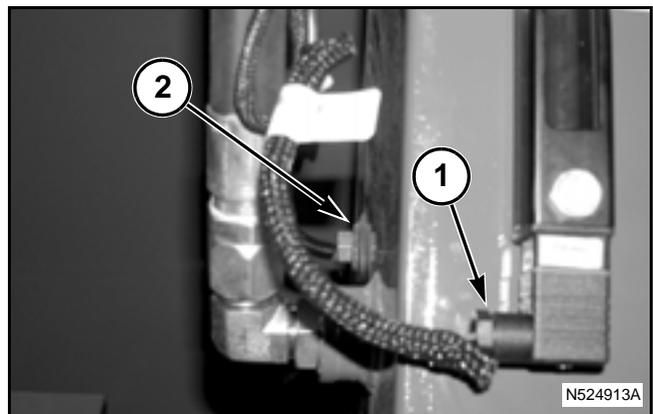

FIG. 26
FIG. 26: El sensor de aceite hidráulico bajo (1) está situado debajo de la mirilla en el depósito de aceite hidráulico. El sensor envía una señal al SBC si el nivel de aceite hidráulico es bajo.